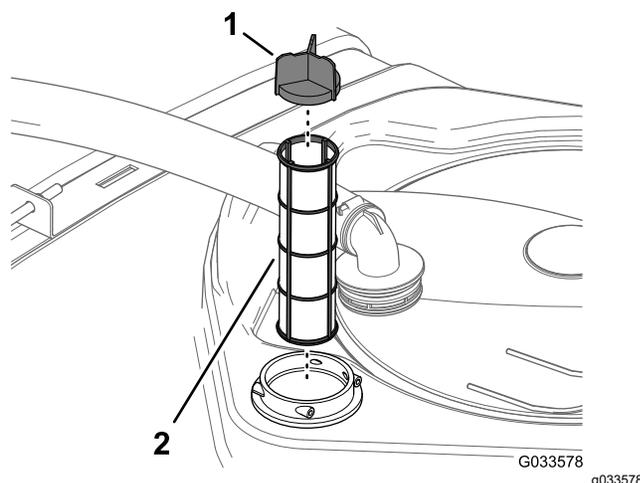

Рисунок 50
4. Извлеките фильтр линии всасывания из его корпуса в баке (Рисунок 50).